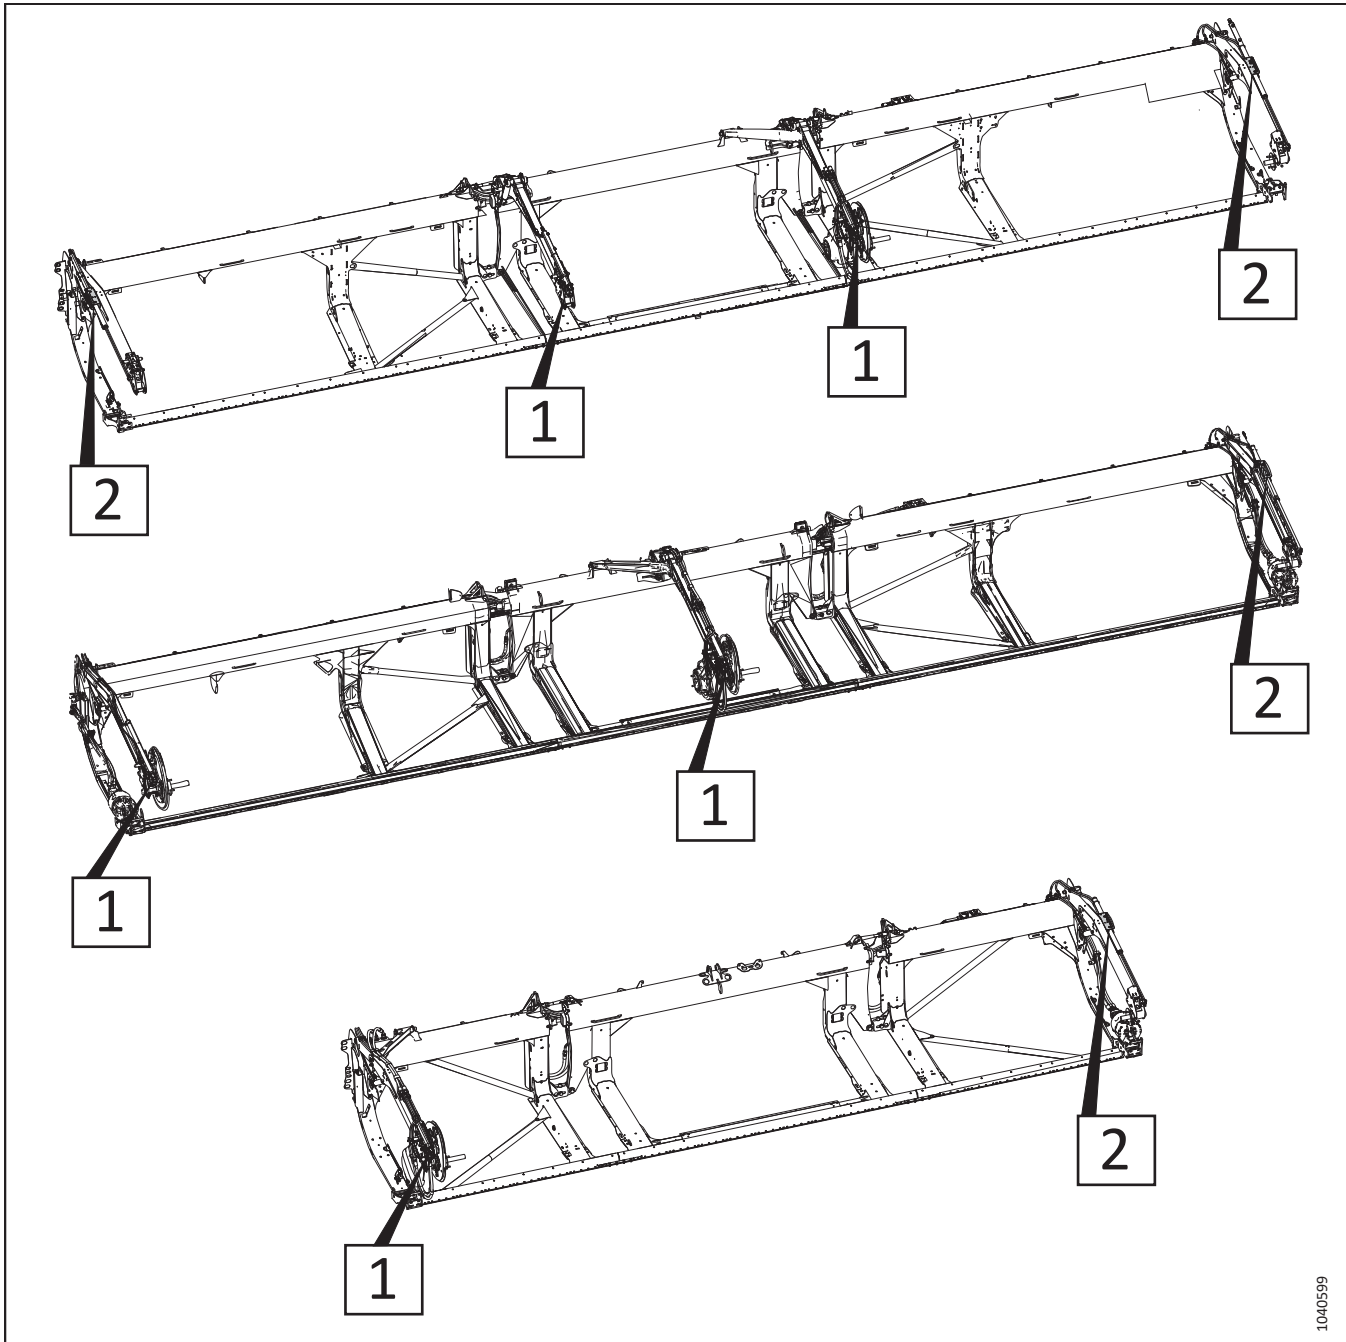

Abbildung 3.199: Einstellbare Horizontalzylinder – Verfahrensreferenznummern
6. Siehe Abbildung 3.199, Seite 178, um die Verfahren zur Einstellung der Haspelhorizontalzylinder für den entsprechenden Schneidwerkstyp zu ermitteln. Die Nummer in der Abbildung bezieht sich auf eines der folgenden Verfahren: